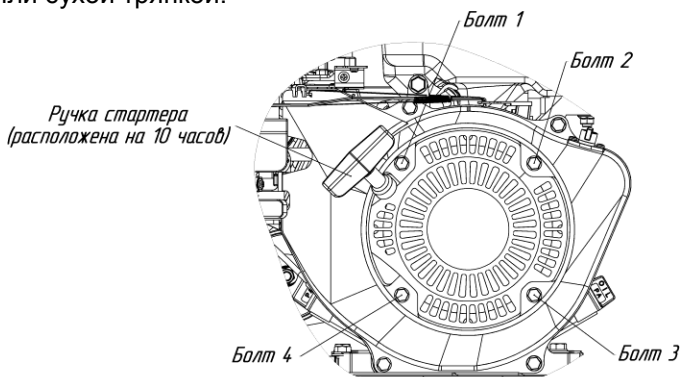

Рис.14 Схема крепления стартера на двигателе
- открутить 4 болта (см. рис.14);
– установить стартер на место таким образом чтобы ручка стартера была расположена на 10 часов (см. рис.14);
–закрутить 4 болта (см. рис.14).